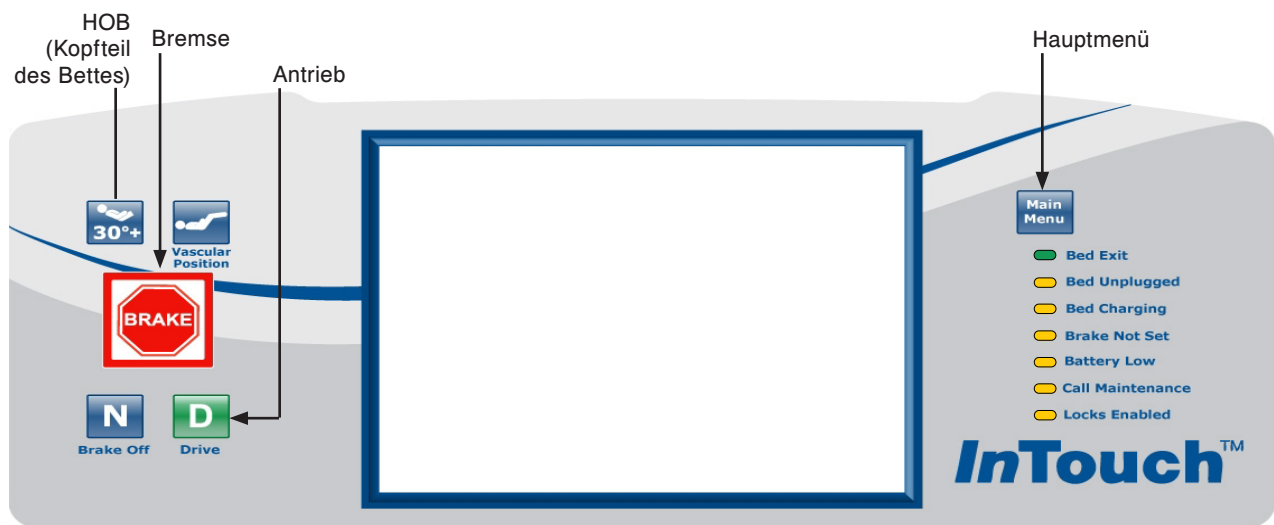

Abbildung 1: Bedienkonsole am Fußende
2. Die Taste „Main Menu“ (Hauptmenü) oben rechts auf der Bedienkonsole am Fußende drücken und halten (siehe nachfolgende Abbildung 1). Die Taste „Main Menu“ (Hauptmenü) während der Ausführung der Schritte 3-5 gedrückt halten.